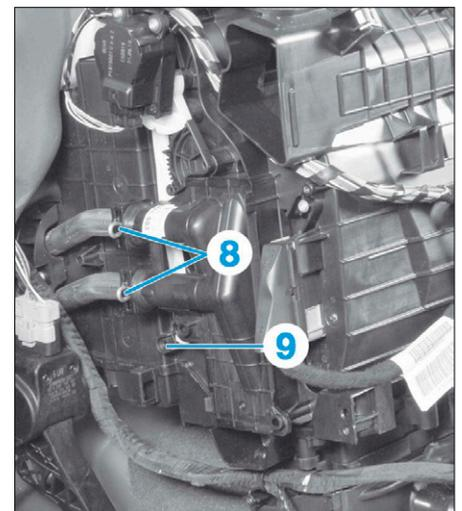

FIG. 20
- les agrafes (8) (Fig.20),
- la vis (9).